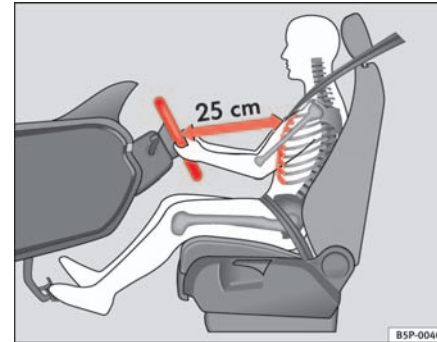

Abb. 130 Die richtige Sitzposition des Fahrers
- Stellen Sie das Lenkrad so ein, bis die gewünschte Einstellung erreicht ist \Rightarrow Abb. 130.
- Stellen Sie den Fahrersitz oder das Lenkrad so ein, dass der Abstand zwischen Lenkrad und Brustbein mindestens 25 cm beträgt → Seite 166, Abb. 130. Wenn Sie den Mindestabstand nicht einhalten, kann Sie das Airbag-System nicht schützen – Lebensgefahr!